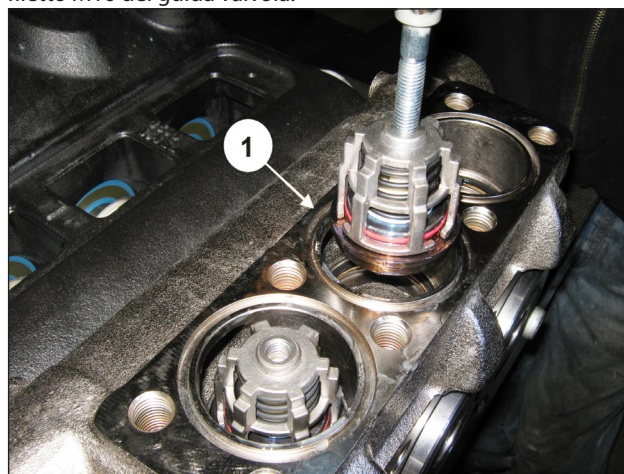

Fig. 102
Estrarre il gruppo valvola mandata mediante l'utilizzo di un estrattore a massa battente (cod. 27516400) da applicare al foro M10 del guida valvola (pos. ①, Fig. 102) o, in aggiunta, eventuale adattatore M10-M16 (cod. 25089700) da applicare al filetto M16 del guida valvola.